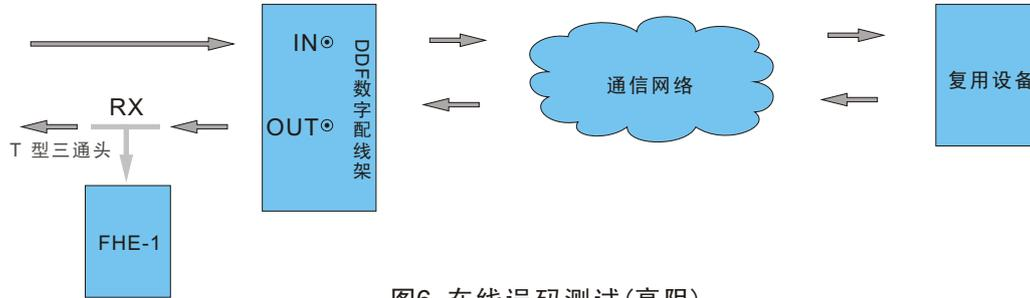

图6 在线误码测试(高阻)
(2)如果在DDF数字配线架上无三通接头，也可用FHE-1线路测试仪进行在线测试，仪表测试连接如图6：
此时，FHE-1的测试模式选择为“高阻状态”，此时仪表的接收端被置为高阻状态($>2K\Omega$)，根据线路信号的形式选择无帧、PCM30、PCM30CRC、PCM31、PCM31CRC等帧结构，并选择误码监测功能。仪表测试连接如图6。